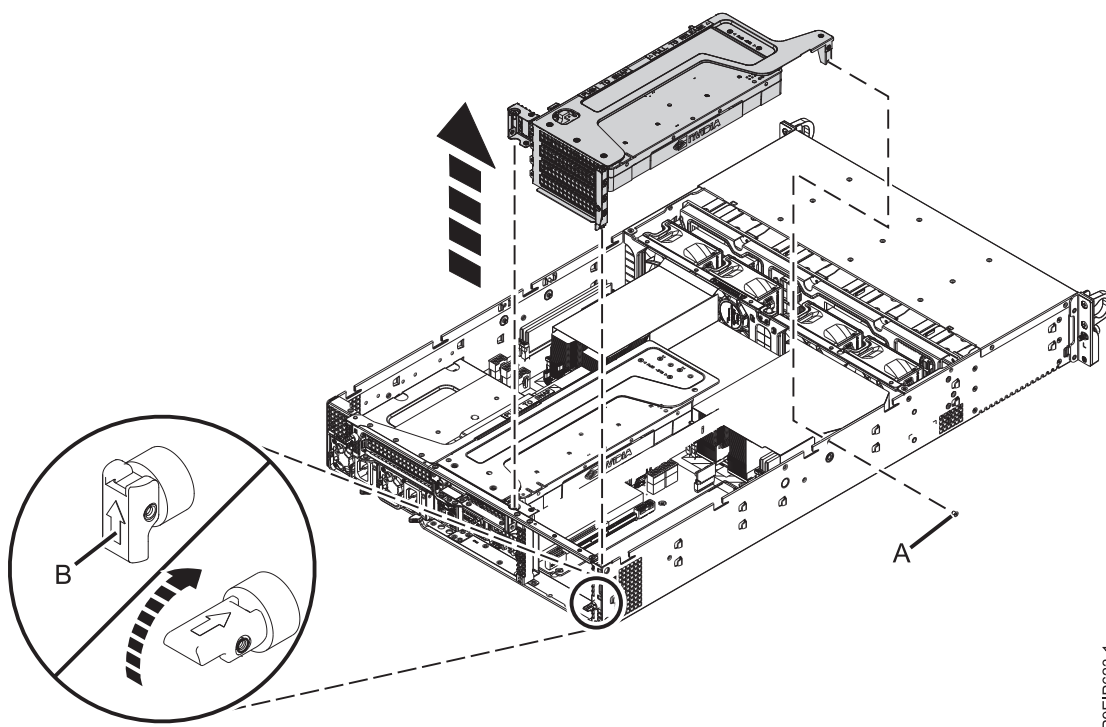

図 60. PCIe ライザーの取り外し
5. 位置 3、5、または 6 にアダプターを取り付ける場合は、図 60 に示すように、ライザーを取り外します。